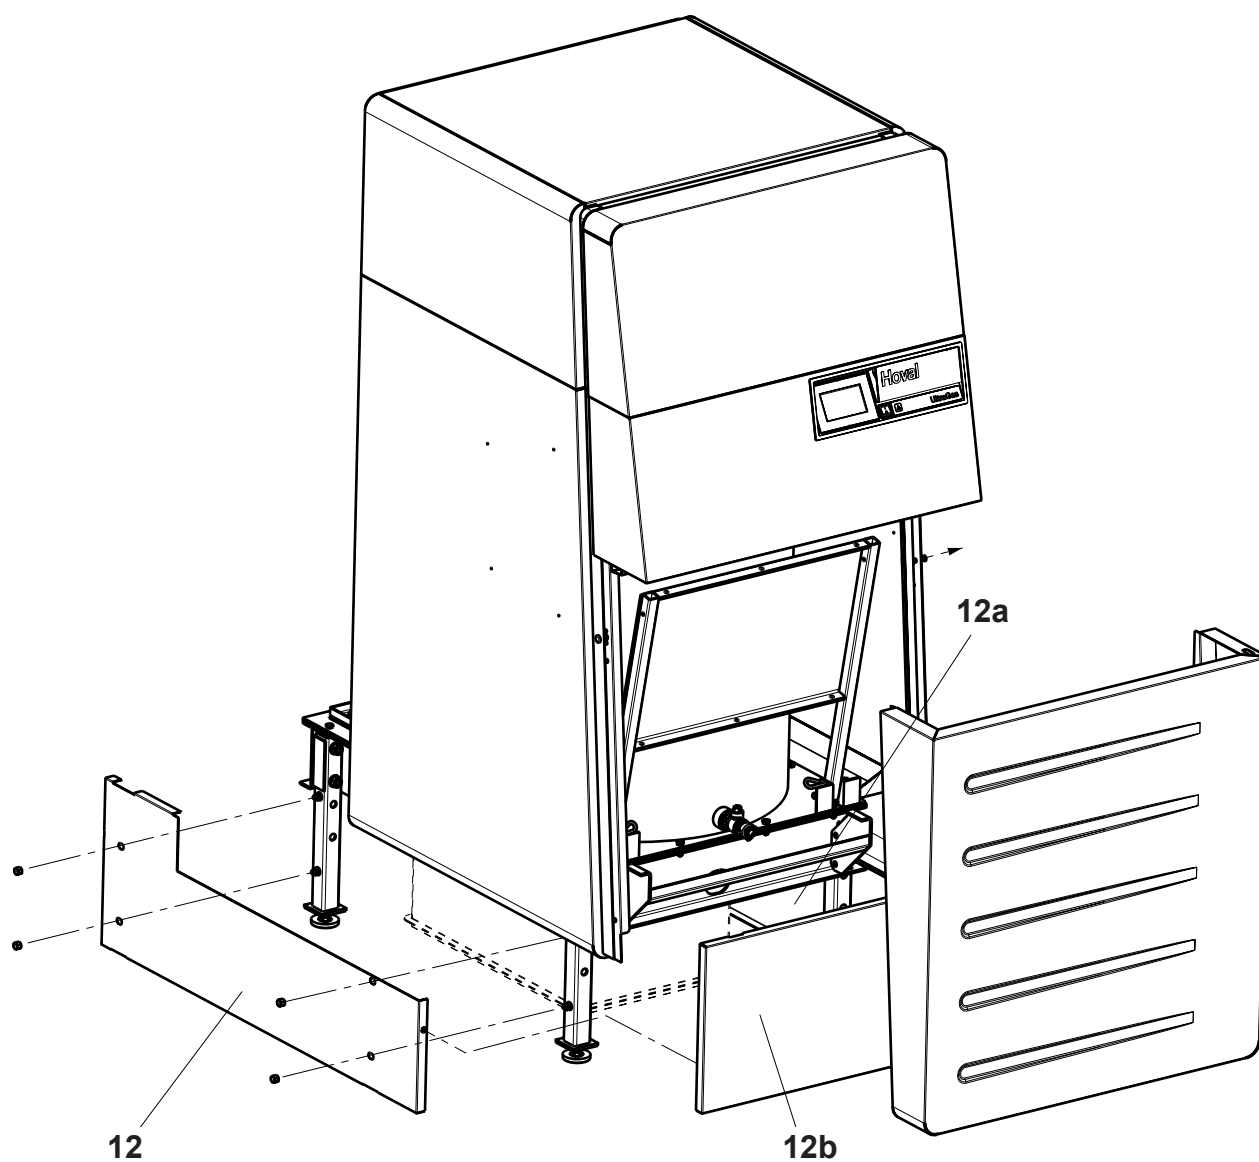

Fig. 11
12. Les trois dernières parois de l'habillage (12, 12a, 12b, Fig. 11) sont posées après le montage des bacs à condensats.
14. Visser les parois latérales droite et gauche (12,12a, Fig. 11) aux écrous borgnes déjà montés sur les pieds de la chaudière.
15. Accrocher la partie frontale (12b, Fig. 11) aux parois latérales (12,12a, Fig. 11).